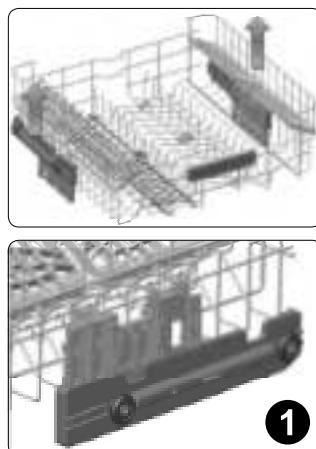

Рис. 8
- Схема установки на разной высоте верхней корзины посудомоечных машин моделей 45312, 60312, 45312, 60312 представлена на рис. 8.
на более высокий или низкий уровень с помощью механизма, который регулирует ее высоту: вверх (рис. 8, иллюстрация 1) или вниз (рис. 8, иллюстрация 2), без необходимости